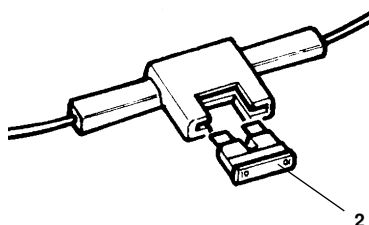

Fig. 51
- Il fusibile (2 - Fig. 51) è posizionato all'interno del vano batteria.
- The fuse (2 - Fig. 51) is positioned inside the battery cover.